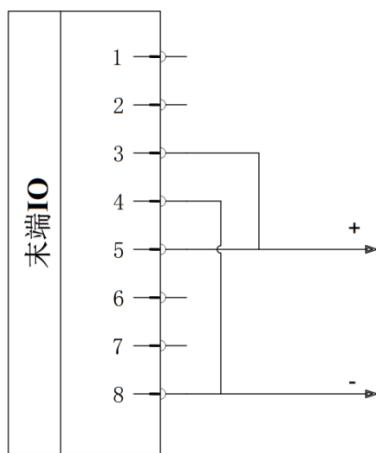

图 6-26 双针模式 1 接线
2) 接线方法: 如下图 6-26, 将电源线 (5 灰色) 与 TI3/TO3/PWR2 线 (3 绿色) 连接, 接地线 (8 红色) 与 TI2/TO2/GND2 线 (4 黄色) 连接。